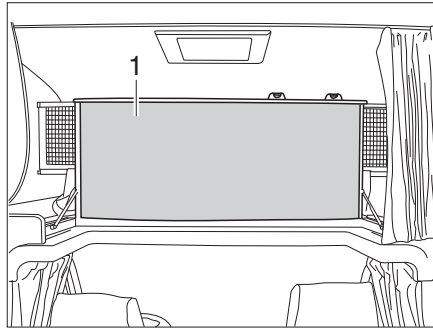

Bild 150 Alkovsäng, uppfälld
- Fäll upp alkovsängen (Bild 150,1) framtill. Alkovsängen hålls uppe av gasfjädrar.